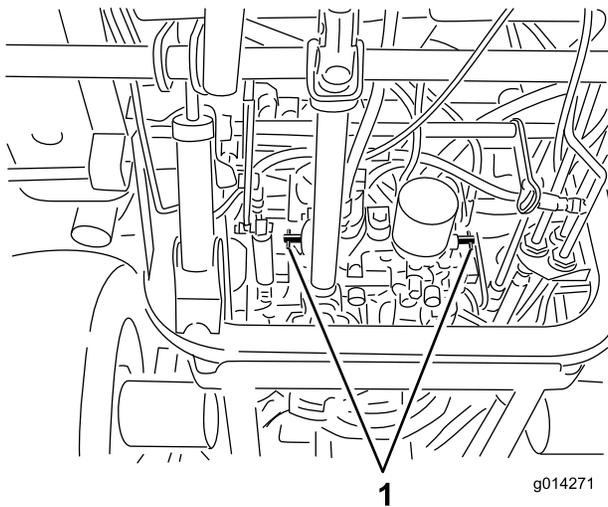

Figure 26
3. Tournez chaque vanne de dérivation d'un tour dans le sens antihoraire (Figure 26).
1. Tournez chaque vanne de dérivation d'un tour dans le sens horaire et serrez-les à la main (Figure 26).
2. Serrez-les vannes à 8 N·m (71 po-lb) environ, comme montré à la Figure 26.